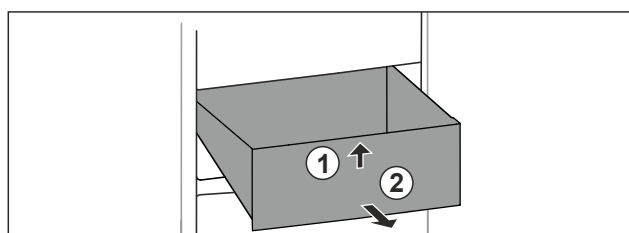

Fig. 105
- ▶ Emelje meg a fiók elejét. Fig. 105 (1)
- ▶ Vegye ki a fiókot előrefelé. Fig. 105 (2)